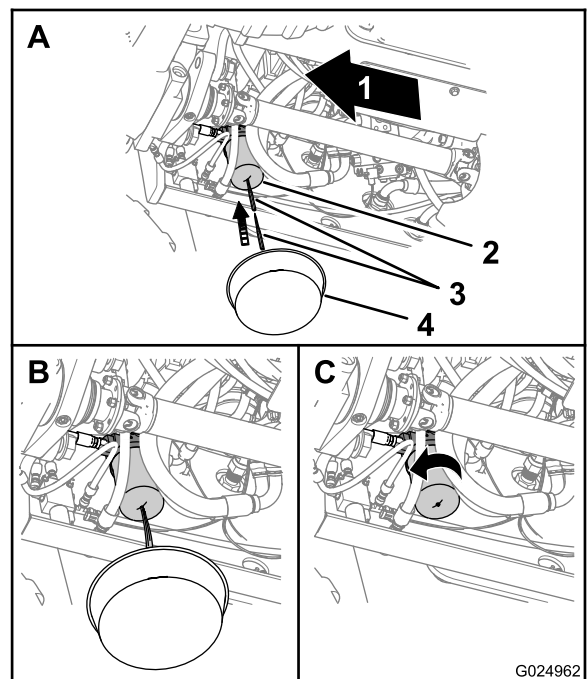

Bild 97
1. Stellen Sie eine Auffangwanne unter den Getriebeölfilter (Bild 97).
2. Stechen Sie in die Unterseite des Getriebefilters und lassen Sie restliches Hydrauliköl in die Auffangwanne ablaufen (Bild 97).
3. Entfernen Sie den Getriebefilter mit einem Filterschraubenschlüssel und werfen Sie den Filter weg (Bild 97).
6. Ziehen Sie den Filter mit der Hand um eine weitere halbe oder dreiviertel Umdrehung an, wenn der Filter den Filterkopf berührt (Bild 97).